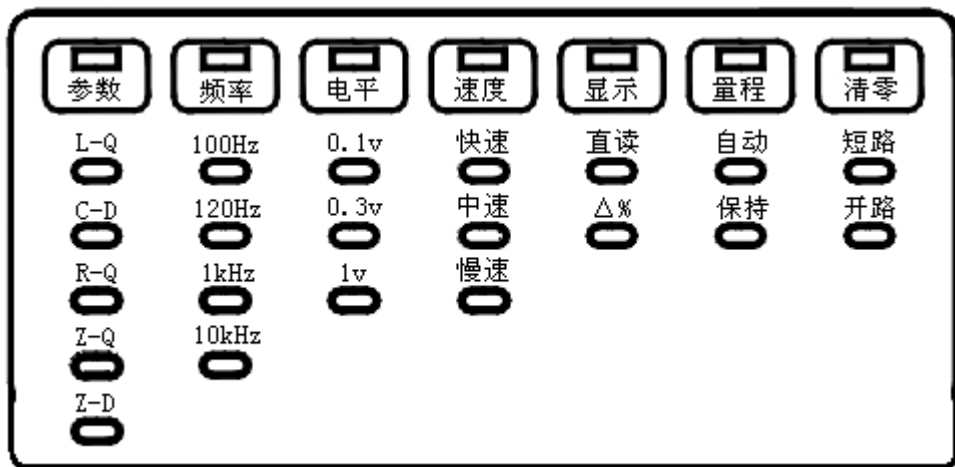

图 4-4 常用状态指示示意图
1、**“测量”状态**：对应七种常用功能的选择，功能直接在面板上指示（见图 4-4），仪器在“**测量**”状态时使用：“ $\wedge$ ”，“ $\vee$ ”，“ $<$ ”，“ $>$ ”，“**启动**”等按键，即可获得。